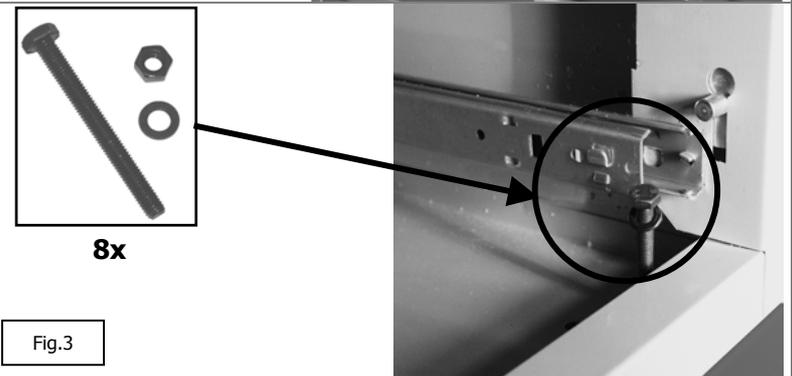

Fig.1
**Attenzione:** prima di bloccare il passaruota al pianale del veicolo, fissare sopra il passaruota medesimo, la struttura morsa ed eventuali altri elementi (**fig.1**)
**Important!** Fit the clamp and any other relevant parts to the wheel arch before you fix the wheel arch to the vehicle floor (**fig.1**).
- Mediante l'utilizzo delle otto viti di tipo **lungo** (in dotazione con la struttura morsa), fissare gli elementi come mostrato nelle **fig.1/3**.
- Use the eight **long** screws (supplied with the clamp) to assemble the units as shown in **fig.1/3**.